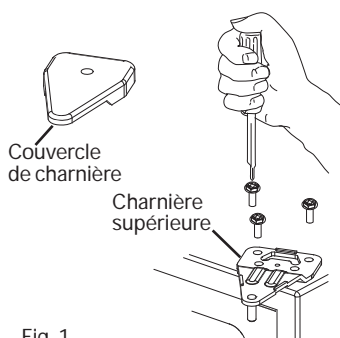

Fig. 1
1. Retirer la vis du couvercle de charnière (Fig. 1)
Démontage : (Voir les Figs 1 et 2)
2. Comme illustré à la Fig. 1, démonter le couvercle de charnière sur la partie supérieure de la porte du congélateur à l'aide d'un tournevis cruciforme. Retirer ensuite les trois vis qui fixent la charnière. Enlever la charnière en la tirant verticalement et la mettre dans un endroit sûr.